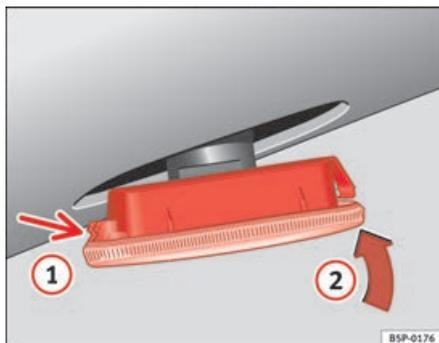

Fig. 161 Indicatori di direzioni laterali
- Collocare l'intermittente nel foro della carrozzeria, incastrando le linguette ① ⇒ fig. 161, e successivamente inserire la lampada come indicato dalla freccia ② ⇒ fig. 161. ■